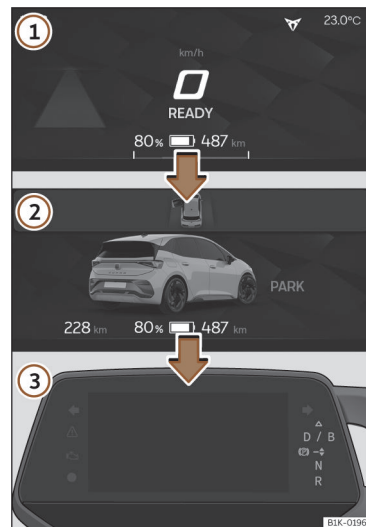

Fig. 2 Ecrã do Digital Cockpit.
Ready: Veículo preparado para a condução >>> **Fig. 2 ①**.
O veículo desliga-se pela deteção automática do condutor >>> **Fig. 2 ②**.
3. Ative o fecho das portas. O Digital Cockpit desliga-se >>> **Fig. 2 ③**.